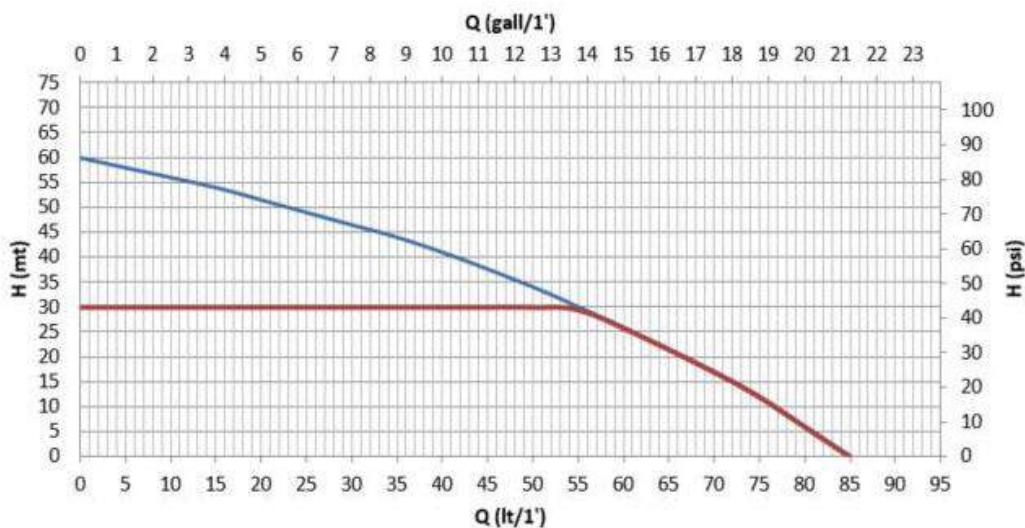

Fig. 2
Grafen på fig. 2 viser de hydrauliske ytelseskurvene. Vekselretteren modulerer automatisk den elektriske pumpens rotasjonshastighet, slik at pumpen etter behov kan flytte eget arbeidspunkt til et hvilket som helst område under egen kurve for å opprettholde innstilt verdi for konstant trykk (SP). Den røde kurven viser hvordan systemet opptrer med en innstettingsverdi på 3,0 bar (43.5 psi).